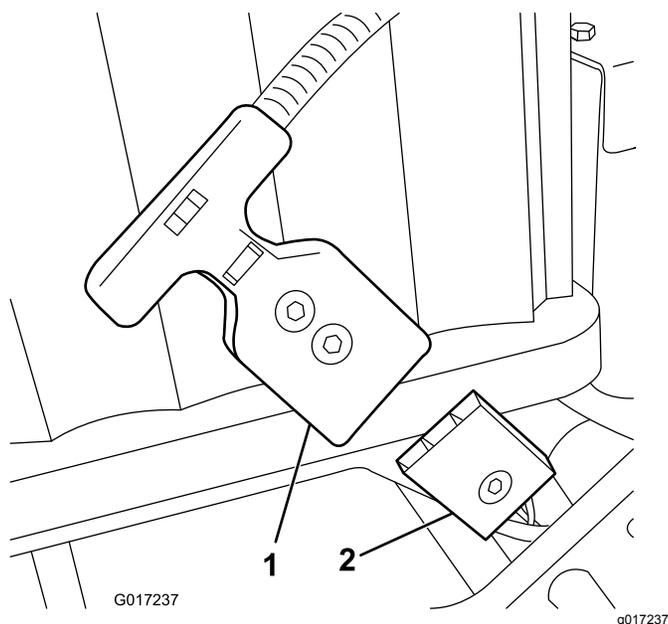

Figura 15
Nota: Se não conseguir combinar o receptáculo da bateria com o tampão da cablagem da máquina enquanto a bateria estiver instalada, pode ligar a cablagem à bateria e, em seguir, instalar a bateria. Retire o conector da alimentação principal (Figura 15) da base da
16. Ligue o conector da pega em T da cablagem principal ao conector de alimentação na base da bateria (Figura 15).